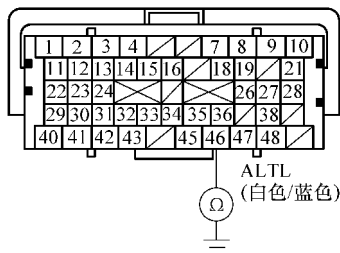

图 3-27 测试 PCM B46 和车身搭铁之间的导通性
7) 将点火开关转至 LOCK (0) 位置。
11) 将 SCS 线路跳接至 HDS, 然后将点火开关转至 LOCK (0) 位置。
13) 如图 3-27 所示, 检查 PCM 插接器端子 B46 和车身搭铁之间是否导通。